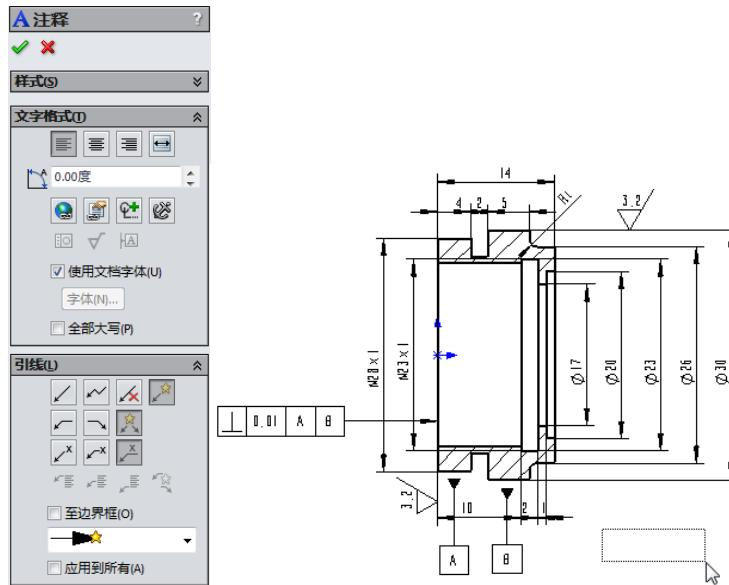

图 8-74 添加注释图示
**02** 设置标注属性。此时系统弹出“注释”属性管理器，单击“引线”设置框中的“无引线”图标按钮X，然后在视图中合适位置位置单击鼠标左键确定添加注释的位置，如图 8-74 所示。